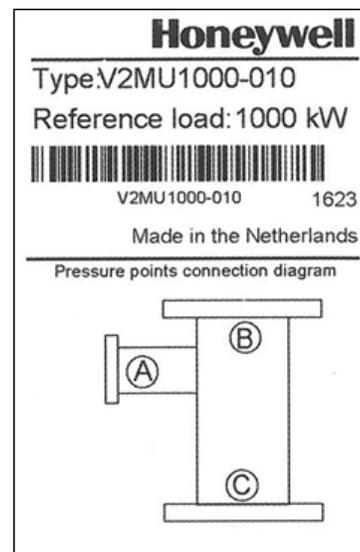

Fig. 1. Conexiones de punto de recogida de presión en la etiqueta.
8. Cree las conexiones de la tubería entre la unidad de mezcla y la válvula de gas de la serie SV2. Conecte "A" a "A", "B" a "B" y "C" a "C". Consulte la Fig. 1.